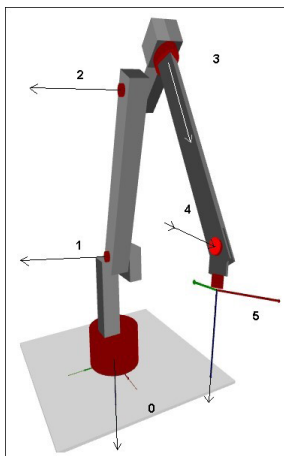

图2.21 六自由度（6D）关节机器人机械结构示意图
该类机械结构由6个旋转轴组成。机械结构如图2.21所示。
- II：三个平行于水平面轴：该三个轴在平行于水平面的方向做旋转运动，如图2.21中黑色箭头所指轴 A1, A2 及 A4 轴；